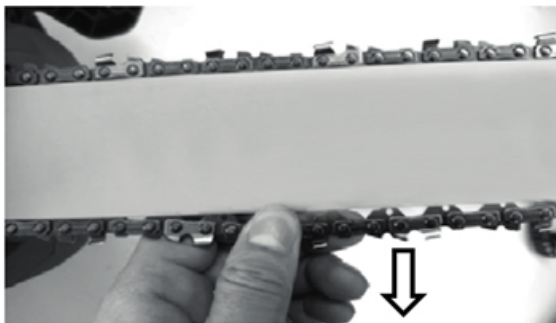

Рисунок 10. Схема перевірки натягу ланцюга.
2. Взяти рукою нижню частину ланцюга та потягнути її униз – напрямні ланок ланцюга не мають вийти за межі напрямної «шини» (рис. 10). Зазор між напрямними ланками ланцюга та «шиною» – повинен бути в межах 1-3 мм.